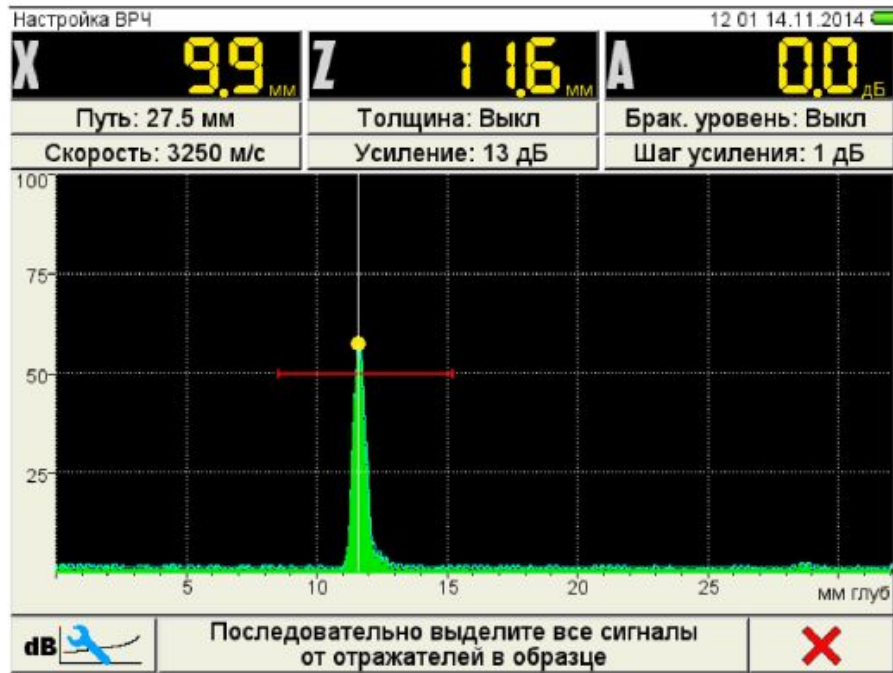

Рисунок 19
- найти максимальный сигнал от первого контрольного отражателя и отредактировать усиление и положение строба таким образом, чтобы сигнал пересекал строб и курсор измерял данный сигнал (рисунок 19);